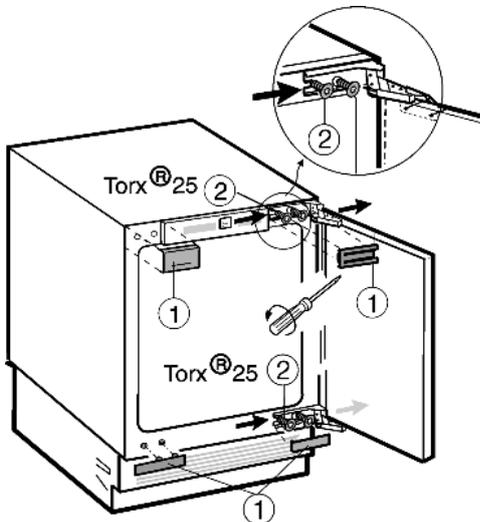

Fig. 1
- ▶ Staccare gli Fig. 1 (1) elementi di copertura.
- ▶ Allentare solo Fig. 1 (2) le viti di fissaggio.
- ▶ Spostare in alto e in basso le viti di fissaggio Fig. 1 (2) sul lato opposto.
- ▶ Incardinare la porta dell'apparecchio nelle viti di fissaggio premontate Fig. 1 (2).
- ▶ Serrare le viti di fissaggio Fig. 1 (2) a 4 Nm.
- ▶ Rimontare Fig. 1 (1) gli elementi di copertura.